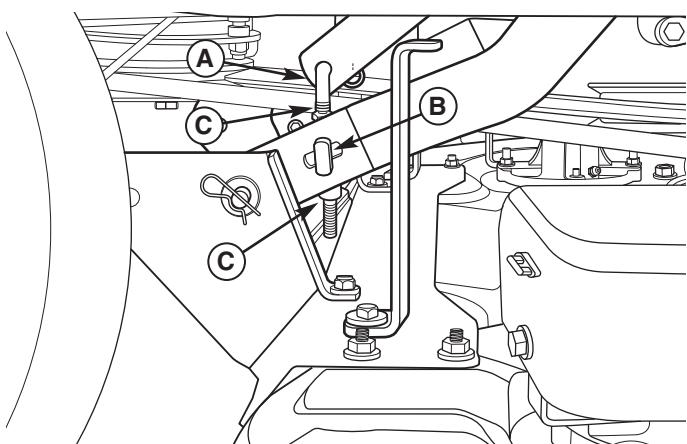

Figura 37. Nivelado de un Lado a Otro
6. El nivelado de un lado a otro se logra usando las varillas roscadas (A, Figura 37) y el muñón (B) en la parte posterior derecha e izquierda de la cubierta de la sesgadora. Afloje las contratuerkas (C) y ajústelas hacia arriba o hacia abajo para ajustar el nivel de la sesgadora. Cuando termine, apriete las contratuerkas unas con otras para sujetar el ajuste en su lugar.